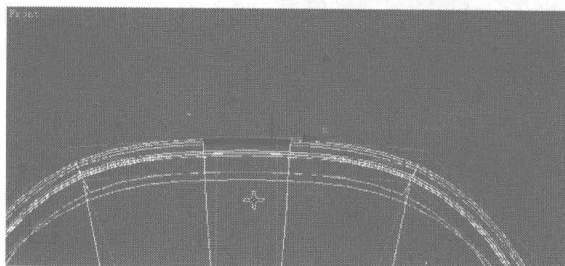
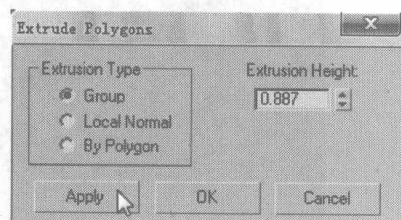
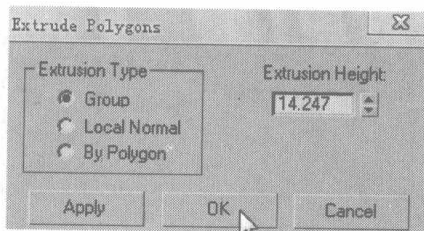
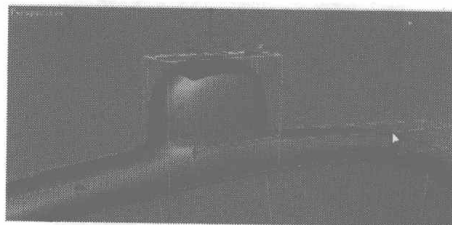

图 5.72
图 5.73
图 5.74
图 5.75
- 17** 选择如图 5.72 所示的面，单击 **Extrude** 右边的小按钮，在弹出的对话框中设置挤压参数如图 5.73 所示，单击 **Apply** 按钮，在对话框中设置参数如图 5.74 所示，挤压结果如图 5.75 所示。